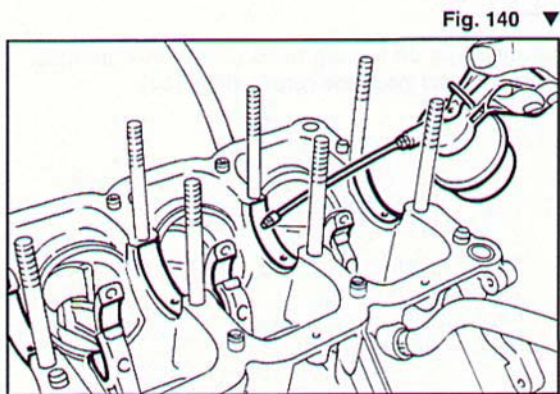

Fig. 140 ▼
- a montaggio effettuato, lubrificare le superfici di scorrimento delle bronzine (Fig. 140).
- when assembly is complete, oil the sliding surfaces of the bushings (Fig. 140).